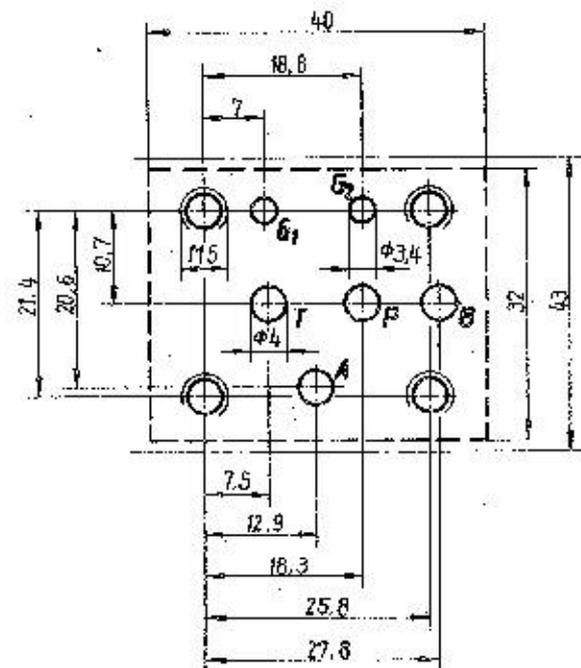
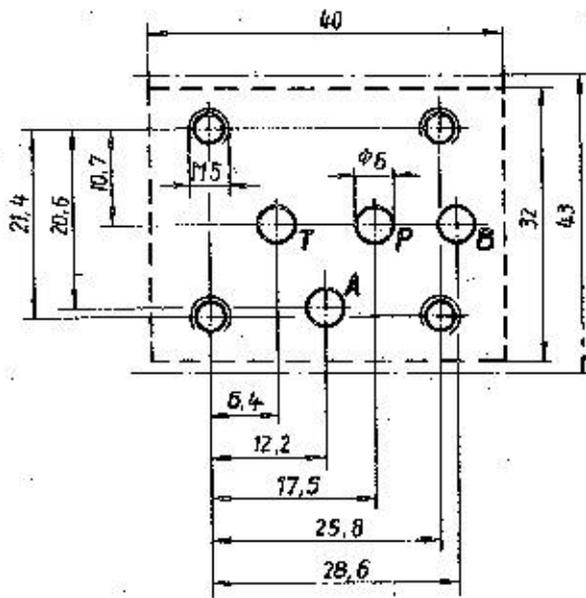

Bild 1 Montagefläche Nennweite 4
Bild 10 Montagefläche Nennweite 4
- Anschlußmaße der Montageflächen von Unterplatten für Ventile nach Bild 1 bis 12
- Anschlußmaße der Montageflächen von Unterplatten für Höhenverkeilungseinheiten nach Bild 1 bis 5 oder Bild 10 bis 12